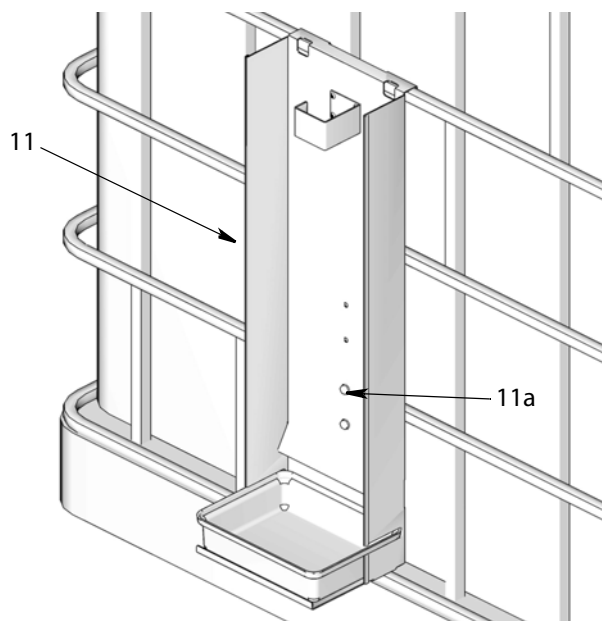

Рис. 20
- Приложите раму расходомера (11) к стенке контейнера IBC, как показано на Рис. 20. Зафиксируйте раму на месте четырьмя винтами (11a).